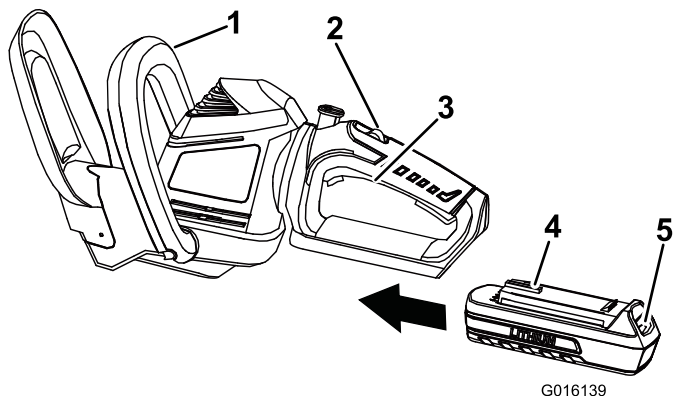

Figura 2
2. Alinee la lengüeta de la batería con el hueco correspondiente de la carcasa de la empuñadura (Figura 2).
3. Sujete la empuñadura con gatillo (Figura 2).
5. Coloque una mano en la empuñadura con gatillo. Coloque la otra mano en la empuñadura auxiliar (Figura 2).
6. Deslice el interruptor de bloqueo hacia atrás, hacia usted, luego apriete el gatillo para encender el cortasetos (Figura 2). El cortasetos permanecerá encendido mientras se apriete el gatillo. Puede soltar el interruptor de bloqueo una vez que el cortasetos esté funcionando (Figura 2).
1. Suelte el gatillo (Figura 2).